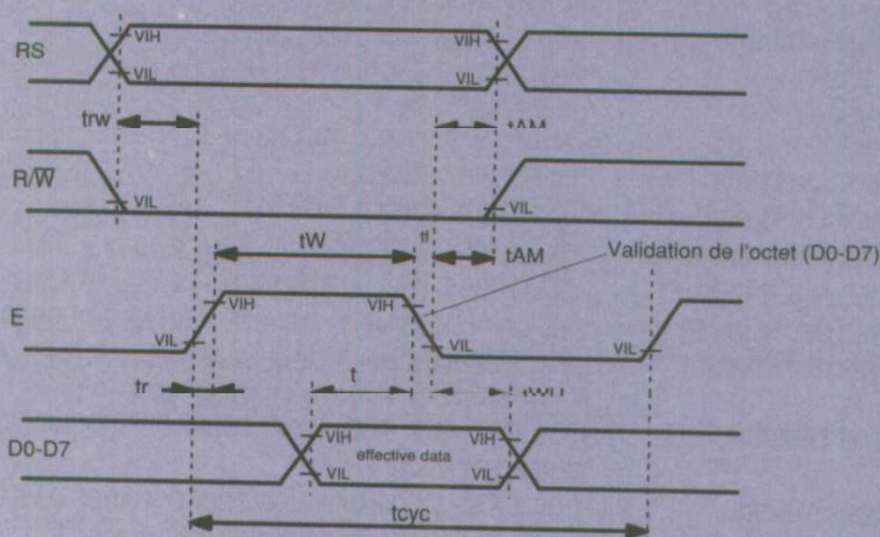

Figure 12 : chronogramme d'envoi d'un caractère
Pour pouvoir utiliser correctement l'afficheur, il est nécessaire tout d'abord de l'initialiser. De plus l'accès à cet afficheur est un peu délicat, car il n'est pas raccordé directement au microprocesseur par un bus ; il est alors nécessaire d'émuler par les 3 bits de poids fort du circuit IC2 les signaux de contrôle indispensables à son bon fonctionnement. La **figure 12** présente les chronogrammes de fonctionnement pour l'envoi d'un caractère sur l'afficheur. L'octet présent aux bornes D0 à D7 n'est pris en compte que sur le front descendant du signal de validation Enable (E). La procédure d'envoi de caractères sera alors la suivante :